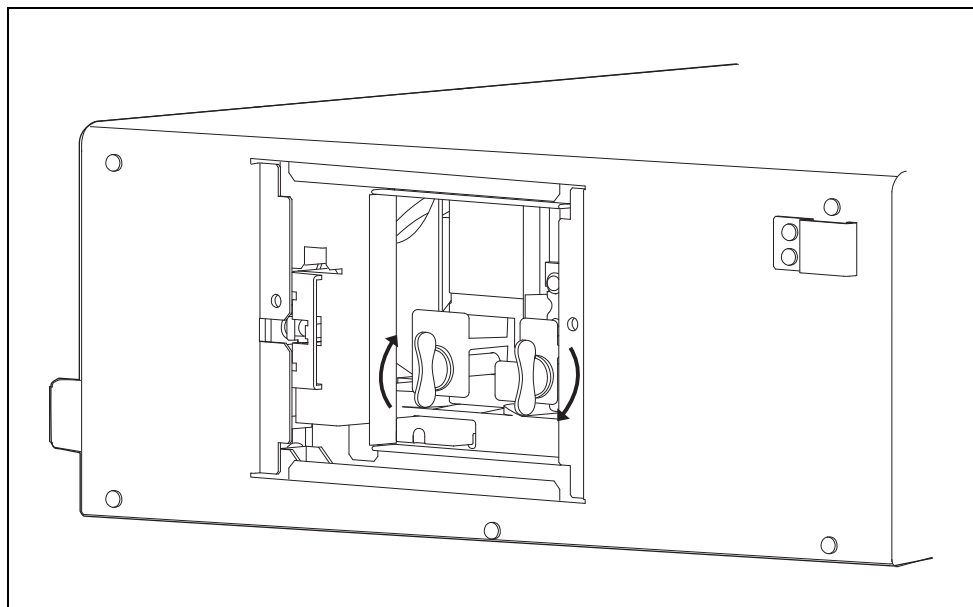

Рисунок 6.13
- 9** Нажимая на ручку (A), поверните ее из горизонтального положения по часовой стрелке на 90° до упора. (См. Рис. 6.13)